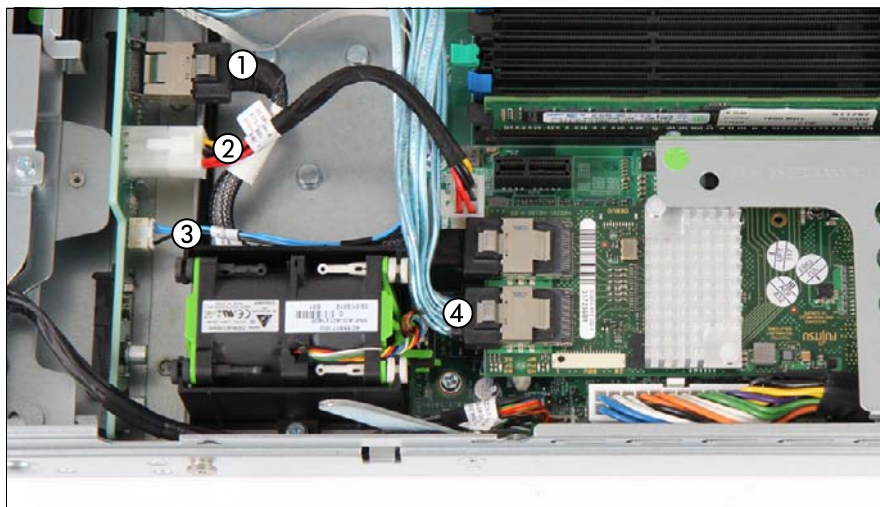

図 48: 8xHDD バックプレーンからのケーブルの取り外し
- ▶ ファンケー지를差し込みます (1)。
- ▶ 矢印の方向にファンケー지를少し押して (2)、フックを掛けます (拡大された部分を参照)。
- ▶ ファンケー지를 4 本のネジで固定します (3)。
- ▶ 図 48 のようにケーブルを 8xHDD バックプレーンに接続してください。